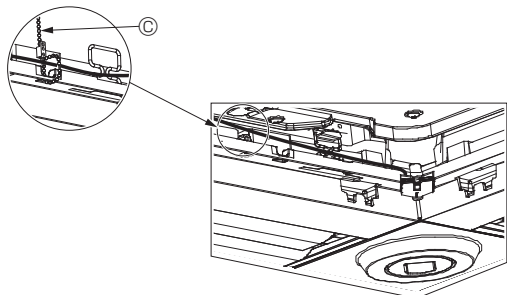

Fig. 6-13
- Зафиксируйте провода датчика i-See и приемника сигнала на панели с помощью зажима, как показано на схеме, чтобы провода не провисали, после чего отрежьте лишнюю часть зажима. (Fig. 6-13)
- Если положение датчика i-See было изменено с "o" (E) на положение "□" (F), измените настройки выключателя. (См. стр. 232.)